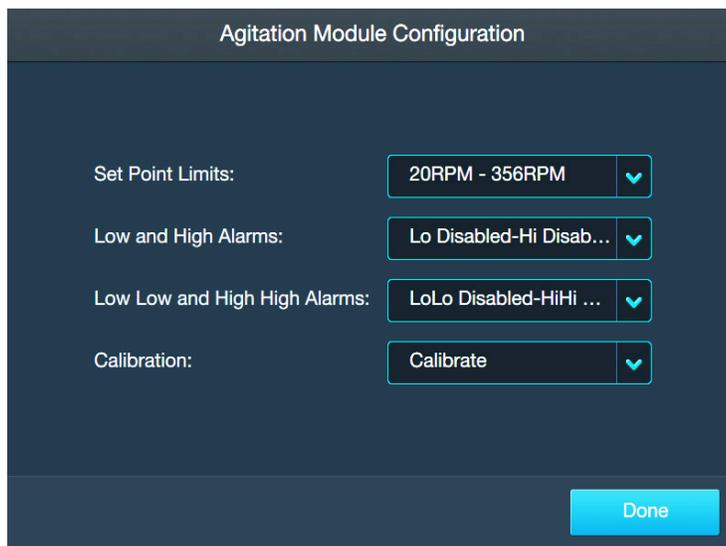

Abbildung 3.18. Bildschirm „Agitation Module Configuration“ (Konfiguration des Moduls „Mischprozess“).
Verwenden Sie die folgenden Informationen und Schritte, um das Modul „Agitation“ (Mischprozess) zu konfigurieren. Alle nachstehend aufgeführten Elemente sind in Abbildung 3.18 dargestellt.
1. Gehen Sie auf dem Bildschirm „Home“ (Start) der Touchscreen-Konsole zum Modul „Agitation“ (Mischprozess) und tippen Sie auf „Configure“ (Konfigurieren). Der Bildschirm „Agitation Module Configuration“ (Konfiguration des Moduls „Mischprozess“) wird angezeigt (Abbildung 3.18). Tippen Sie auf das Feld „Set Point Limits“ (Sollwertgrenzen).